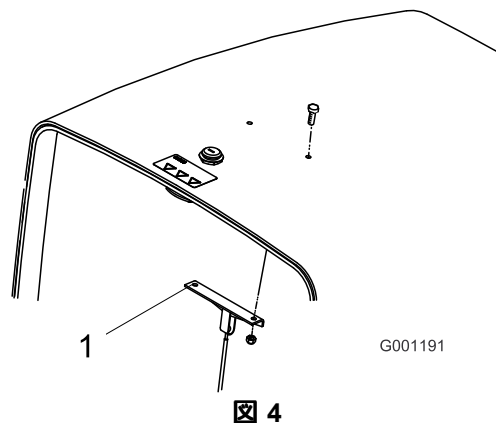

図 4
1. フードケーブルブラケットをフードの裏側に固定しているねじ2本とナットを外して捨てる(図 4)。